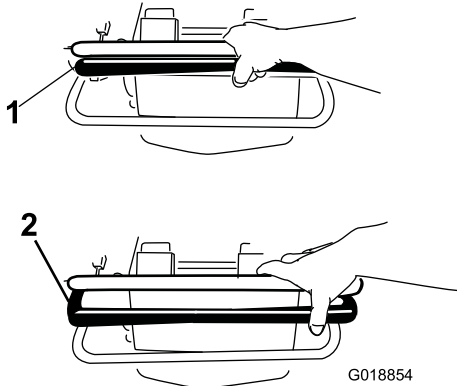

Figure 15
- Pour vous déplacer en marche avant, poussez la barre de commande en avant (Figure 15). Réglez la vitesse à l'aide de l'accélérateur.
- Pour arrêter la machine, relâchez la commande de déplacement (Figure 15).